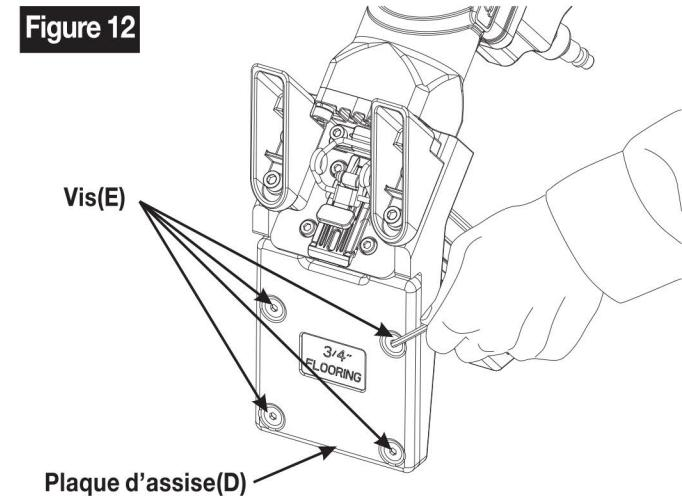

Figure 12
4. Posez l'outil sur le côté de manière à ce que les quatre vis (E) soient visibles .
5. Retirez les quatre vis (E), puis la plaque d'assise(D). (Consultez figure 12)